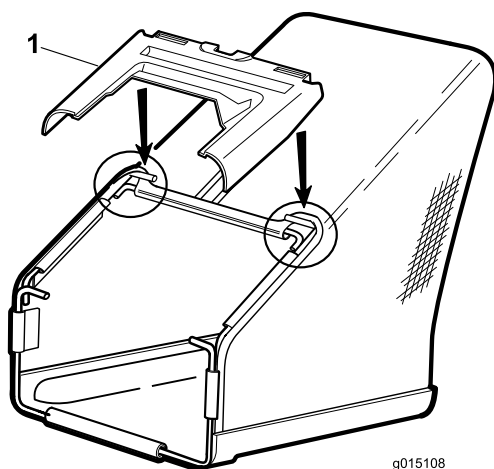

Figure 5
3. Placez le couvercle en plastique sur l'armature du bac, comme illustré à la Figure 5.